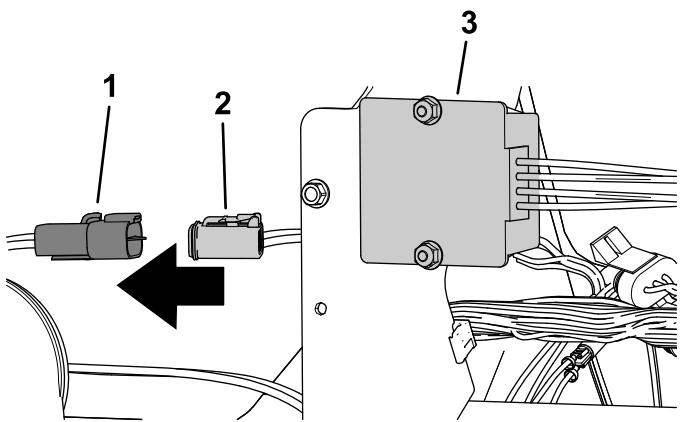

图7
5. 将无线小时表线束上的阳性 4 针接头连接到主机线束上的阴性 4 插槽接头 图7。